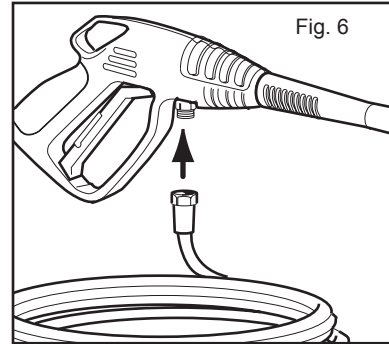
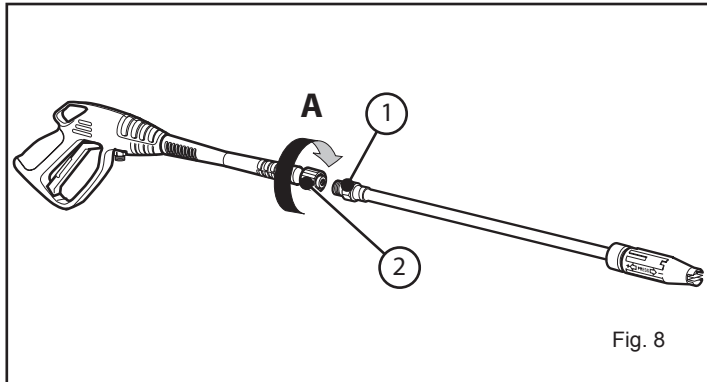

Fig. 6
Fig. 8
Maskinen startes ved at trykke på knappen (fig. 7, pos. 1). Derefter efterlades den i funktion i nogle minutter for at fjerne urenheder og luftbobler i den hydrauliske kreds, for så at standse den igen, indføre højtryksslangen i pistolen (fig. 6) og montere lensen (fig. 8).
Lansen monteres på pistolen ved at sætte lensens gevindskårne ende (pos.1) ind i hullet, der findes på pistolen (pos.2), lensen skrues til, som pilen (A) viser, til samlingen er korrekt indkoblet (se fig.8).